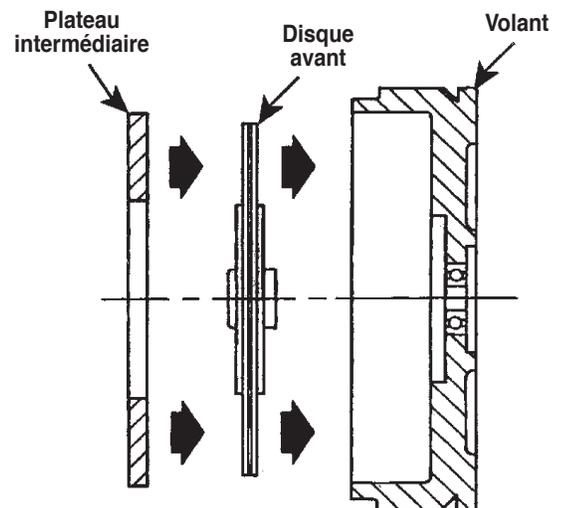

Figure 7
2. Placez le disque neuf d'embrayage avant et le plateau intermédiaire dans le volant. Reportez-vous à la Figure 7. Chargez le plateau de pression et le nouveau disque arrière sur l'arbre cannelé de manipulateur d'embrayage. **REMARQUE** : Le manipulateur d'embrayage doit être complètement effondré à ce stade.